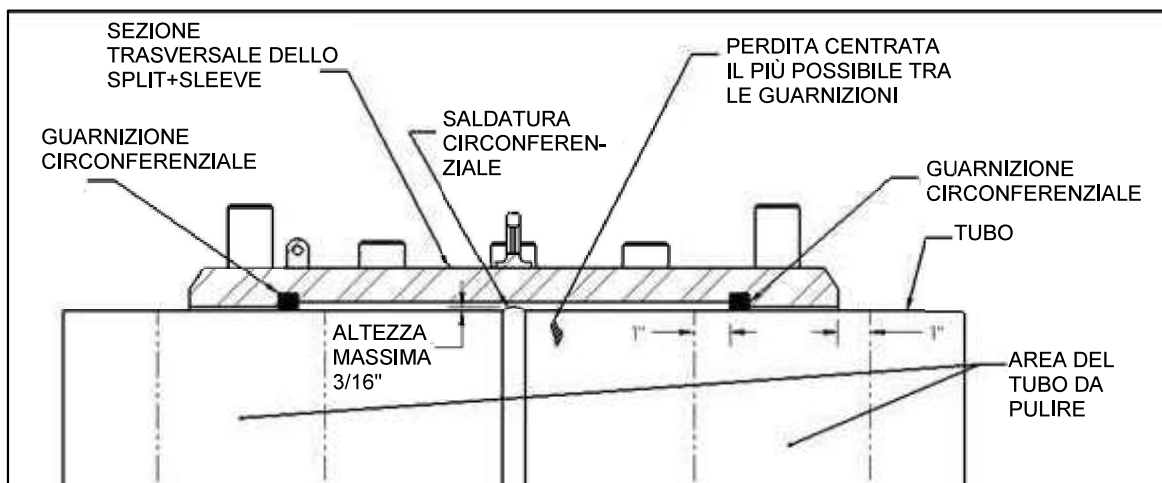

Figura 1
2. Rimuovere rivestimenti, ruggine, e incrostazioni dalla superficie del tubo dove le guarnizioni circolari del PLIDCO Split+Sleeve entreranno in contatto con il tubo (vedi Figura 1). Si preferisce una finitura quasi "bianca", come definito in SSPC-SP10 / NACE No.2, estesa per 1" (25 mm) prima e dopo la guarnizione. Più la superficie del tubo è pulita, più efficace sarà la tenuta. Le superfici sabbiare devono essere levigate lisce.
3. Nei punti in cui le guarnizioni circolari vengono a contatto con saldature longitudinali, circolari, a spirale o altre sporgenze, le saldature in questa zona devono essere levigate a filo con il diametro esterno del tubo. L'area deve estendersi di 1 pollice (25 mm) all'interno delle guarnizioni e di 1 pollice (25 mm) oltre l'estremità del raccordo, come mostrato nella Figura 1 con la dicitura "Area del tubo da pulire".
4. I cordoni di saldatura circolari e longitudinali del tubo tra le guarnizioni circolari non devono essere levigati a filo purché l'altezza del cordone non superi 3/16" (4,7 mm) (vedi Figura 1).